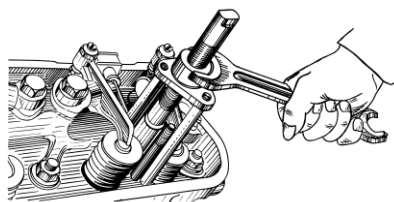

Рисунок 72 – Отвертывание гайки Рисунок 73 – Снятие форсунки
- 4 Отвернуть гайки скоб крепления форсунок (рис. 72), снять форсунки (рис. 73), предохраняя распылитель от ударов и засорения отверстий.